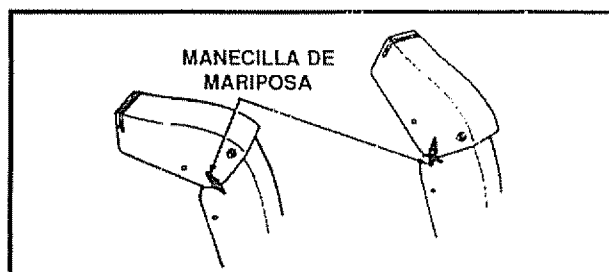

FIG. 9
- Afloje la manecilla de mariposa en el desviador del canal de descarga y mueva el desviador para establecer la distancia. Mueva el deflector hacia **ARRIBA** para mayor distancia, hacia **ABAJO** para una distancia menor. Luego apriete la manecilla de mariposa (Fig. 9).